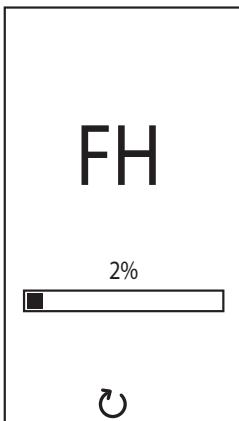

fig. 8 - Sfato con ventilatore attivo
- Per i successivi 20 secondi il display visualizza **FH** che identifica il ciclo di sfato aria dall'impianto riscaldamento con il ventilatore in funzione (fig. 8).